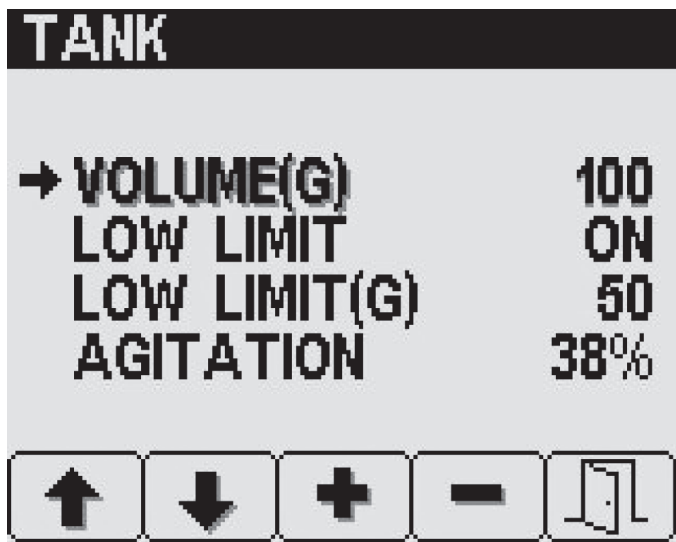

図 20
2. ボタン 2 を何度か押して設定したい項目を表示させる 図 20。
3. ボタン3 と 4 を使って希望する値にセットする 図 20。